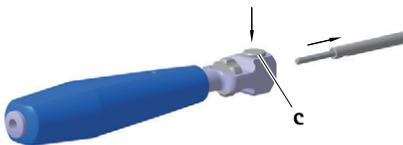

Abb. 2
- ▶ Druckknopf **c** drücken und Griff **1** abnehmen, siehe Abb. 2.